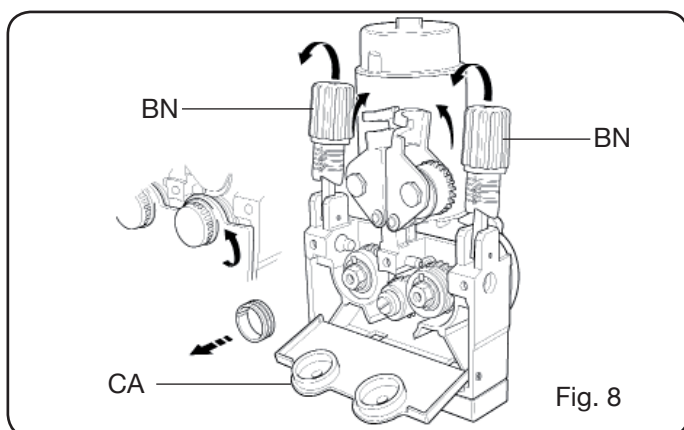

Fig. 8
- Kontrollér at rullernes hals svarer til diameteren på tråden der anvendes. For en eventuel udskiftning skal man foretage følgende (Fig. 8):